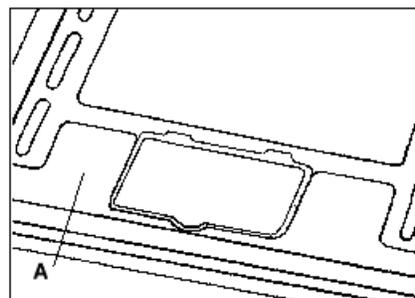

Abb. 16
1. Nehmen Sie den Boden A des Backofens heraus (Abb.16).